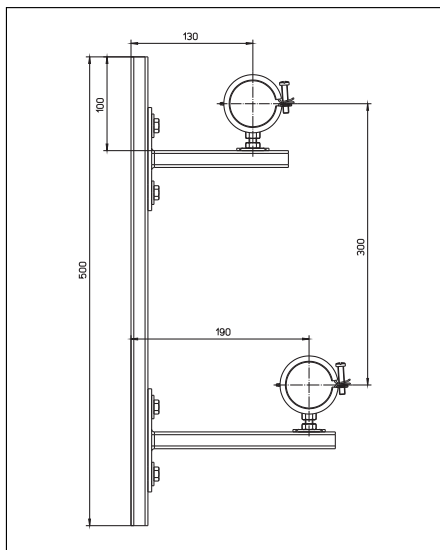

**Рис. 5.2:** Размеры консоли
- Консоль (арт. № 1414490): для крепления латунной гребенки „Multidis SFI“ (размеры см рис. 5.2).